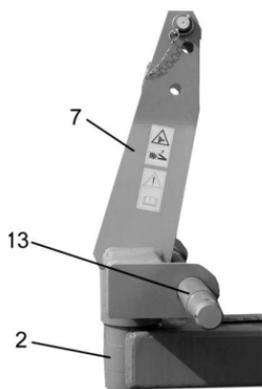

Рисунок 5.2.6
- Соединить нижнюю тягу с осью навески 13 и застопорить ее (рисунок 5.2.6).